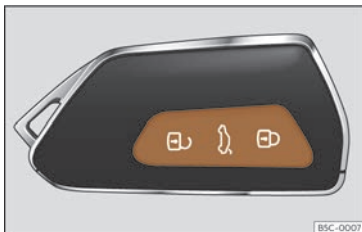

Fig. 70 Clé à télécommande : touches.
- Verrouiller : appuyez sur le bouton  >>> fig. 70.